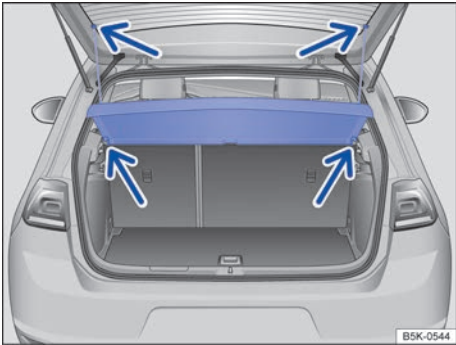

图 84 行李箱内：拆装行李箱盖板
- 将固定带挂钩从尾门上脱开 ⇒ 图 84（上部箭头所示）。
- 下放行李箱盖板，将其从侧面保持架里松开拆下 ⇒ 图 84（下部箭头所示）。
- 自上方将行李箱盖板装入侧面保持架 ⇒ 图 84（下部箭头所示）。
- 将固定带挂钩挂到尾门上 ⇒ 图 84（上部箭头所示）。